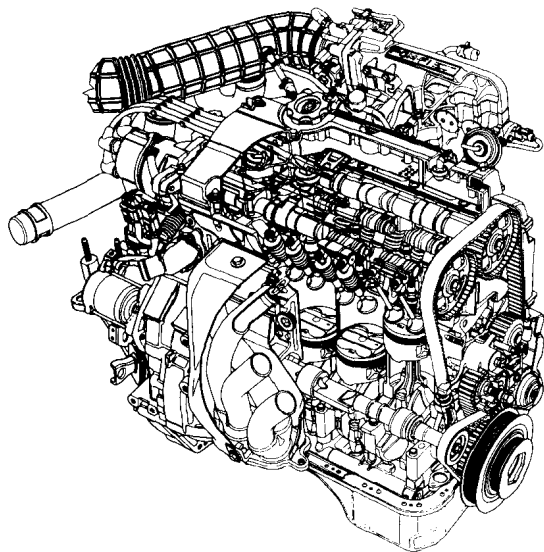

图1-1 四冲程发动机的主要机件
(1) 工作循环 多数技术人员一般接触的只是四冲程循环的发动机(图1-1),但是少数老式轿车和未来的某些轿车也会采用二冲程循环机。